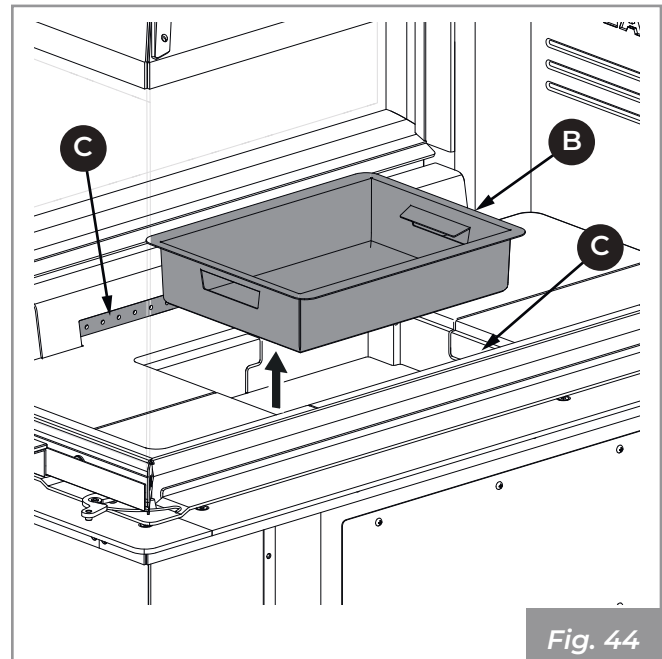

Fig. 44
- 2) Estrarre il cassetto cenere (B) dal basamento ed aspirare l'eventuale cenere depositata nei vani sottostanti (Fig. 44).
- 3) Aspirare i fori anteriori e posteriori (C) del distributore aria comburente al fine di evitare eventuali accumuli di cenere (Fig. 44).